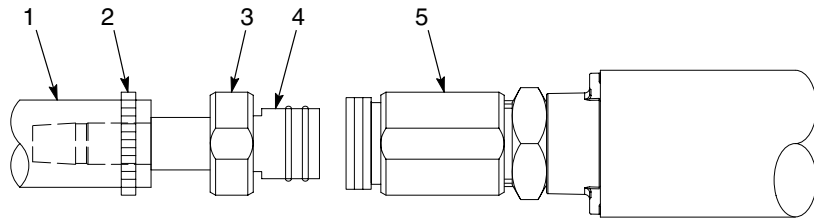

图 3-4 粉末输送胶管安装
1. 见图3-4。拧松胶管连接器螺帽（3），从胶管连接器本体（5）移除螺帽和倒钩胶管连接器（4）。保留安装在倒钩胶管连接器上的螺帽。